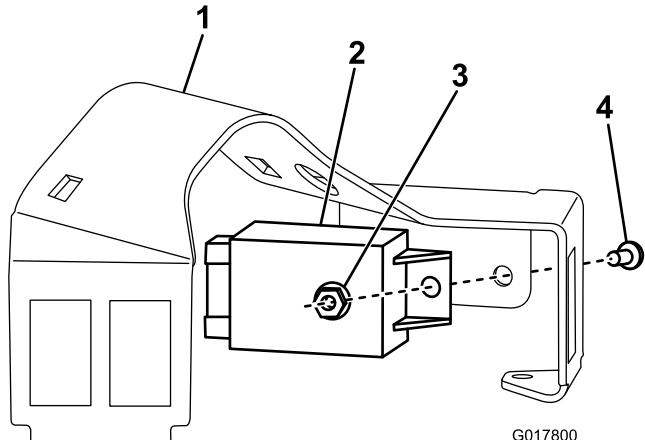

図 8
- コラムブラケットにフラッシャモジュールを取り付ける；ねじ (#10-24 x 1/2 インチ) とロックナットを使用する（図 8）。